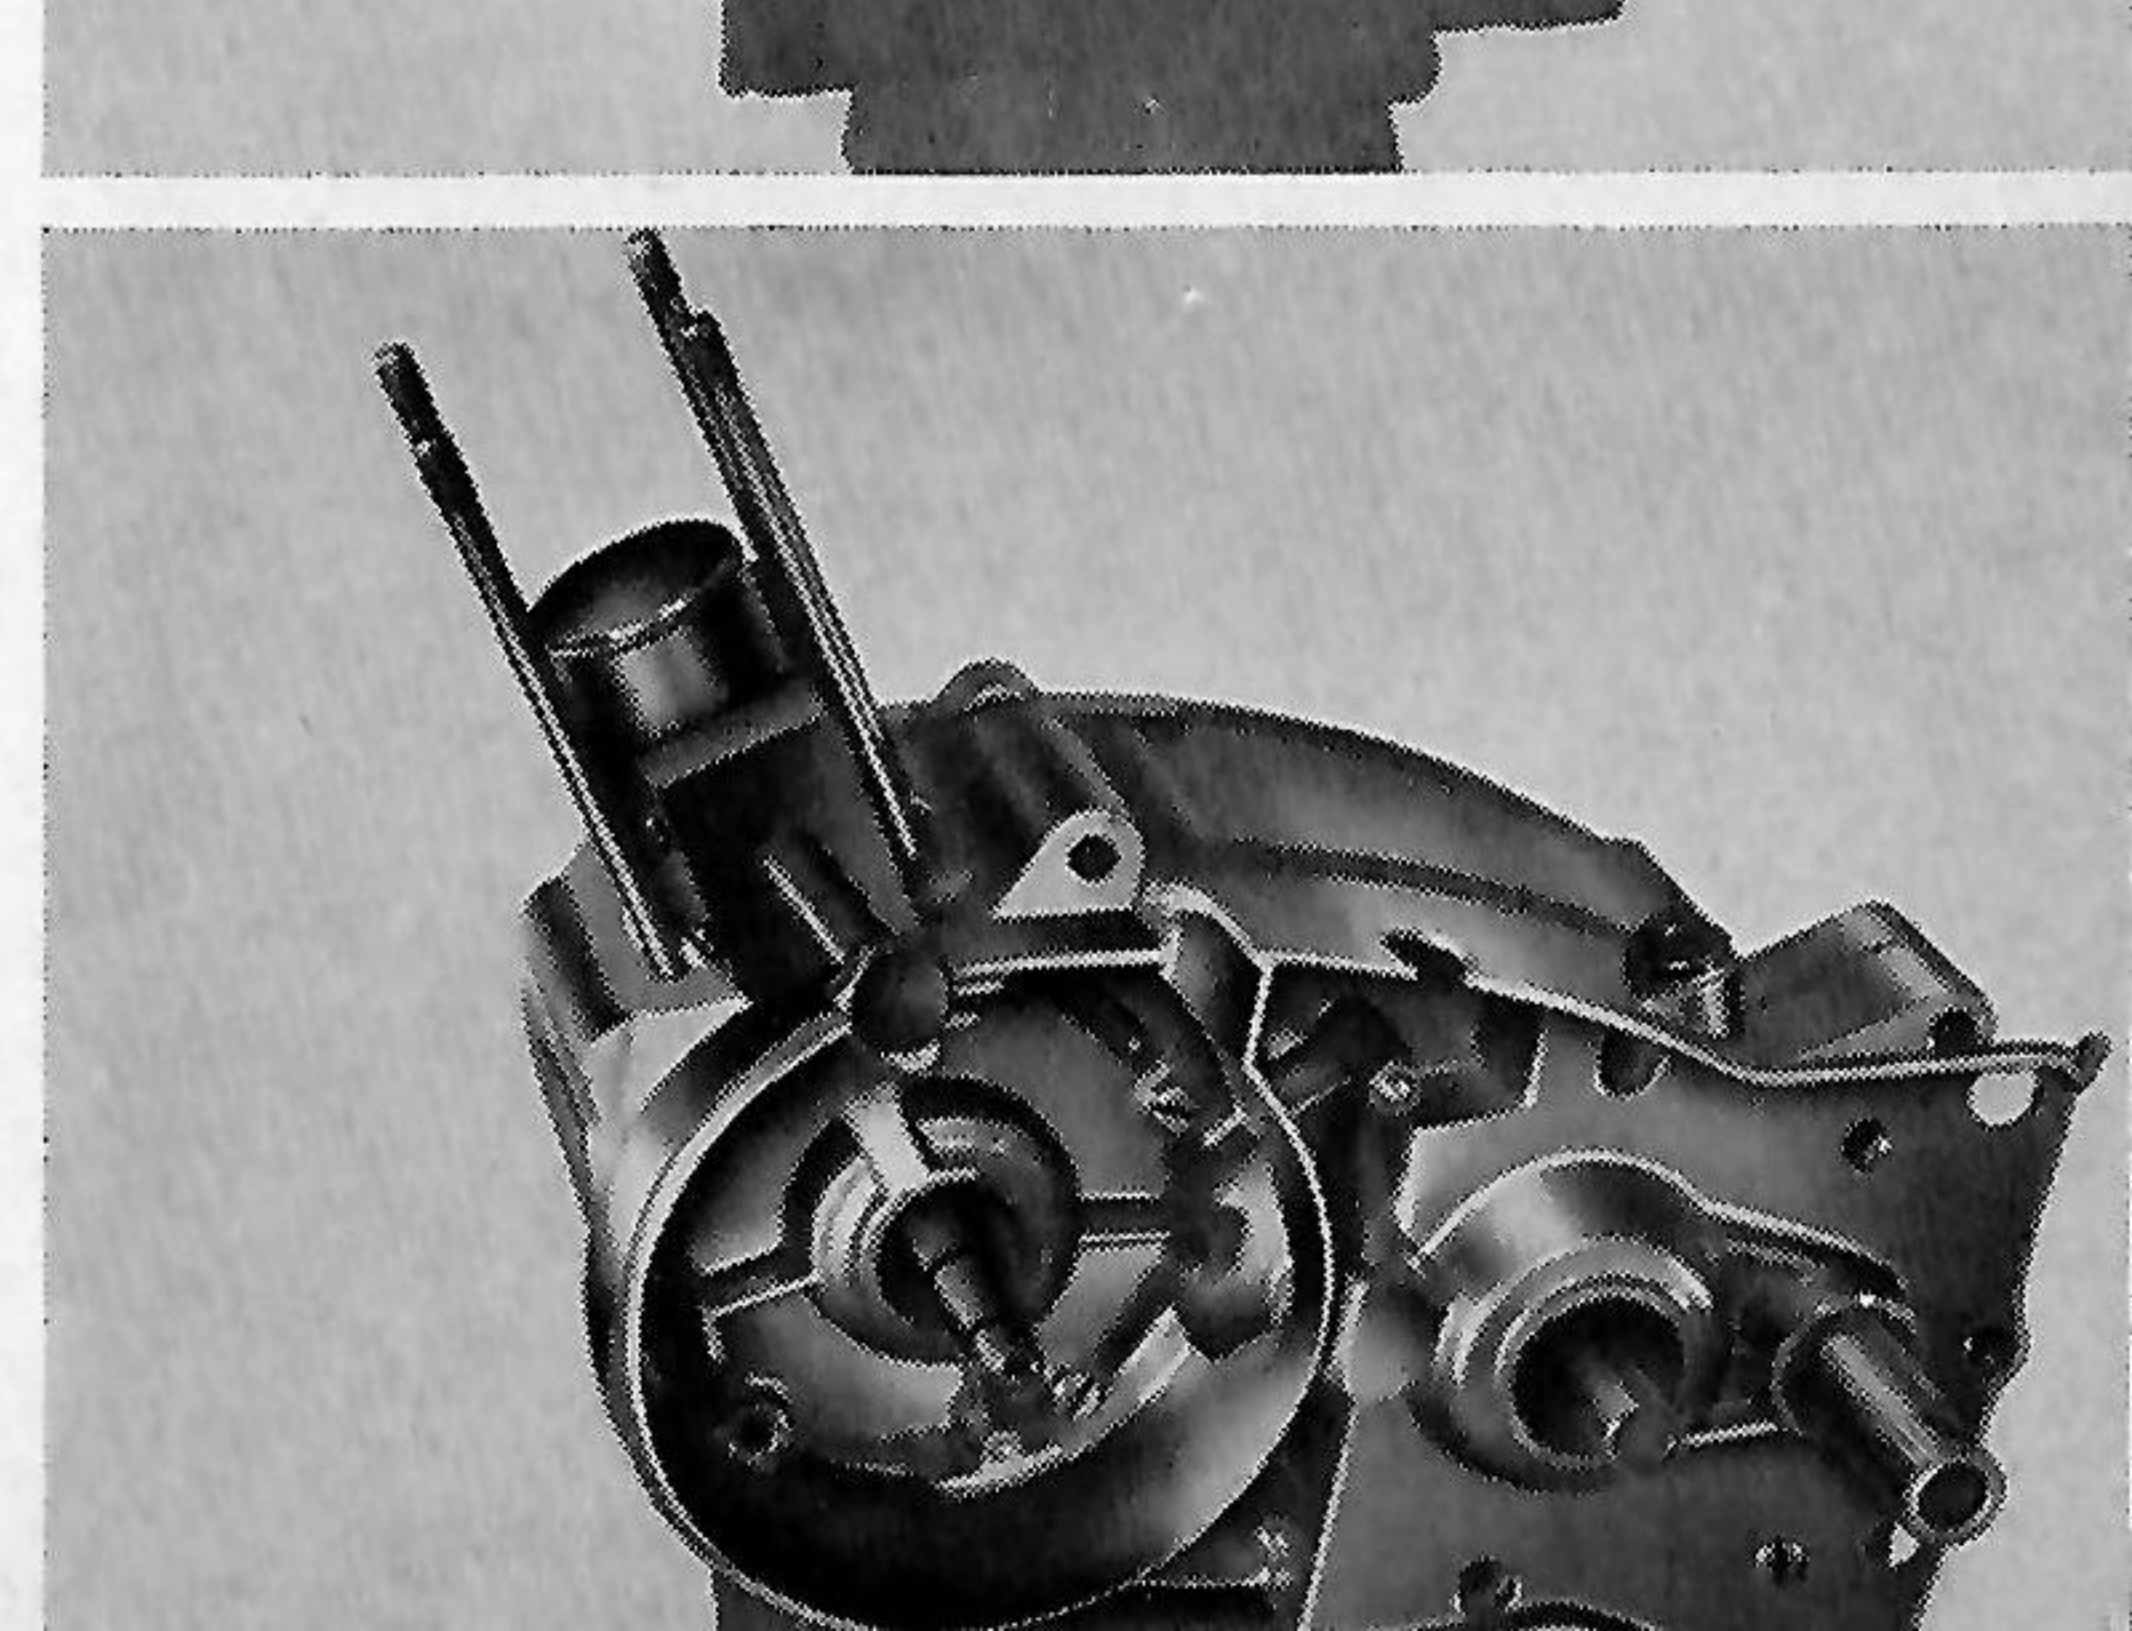

Bild 24
**Achtung!** Nadellager für Kolbenbolzen aus dem Pleuel entnehmen und sofort staubdicht aufbewahren (Bild 24).